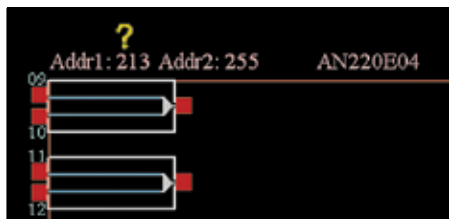

Рис. 8. Отображение неправильно заданного значения адреса ADDR1
При необходимости адресной загрузки конфигурационных данных в несколько микросхем ПАИС с помощью одного последовательного интерфейса SPI используется адрес ADDR1. Для правильной работы ПАИС адрес ADDR1 должен быть уникальным для каждой микросхемы и не должен принимать значения 213 (D5) и 255 (FF). Такое условие связано с тем, что байт синхронизации в конфигурационных данных имеет значение 213 (D5), а значение адреса 255 (FF) используется в альтернативном адресе ADDR2, который применяется при необходимости одновременной загрузки одинаковых конфигурационных данных в несколько ПАИС [4]. Некорректные значения адресов будут отмечены вопросом над полем (рис. 8).